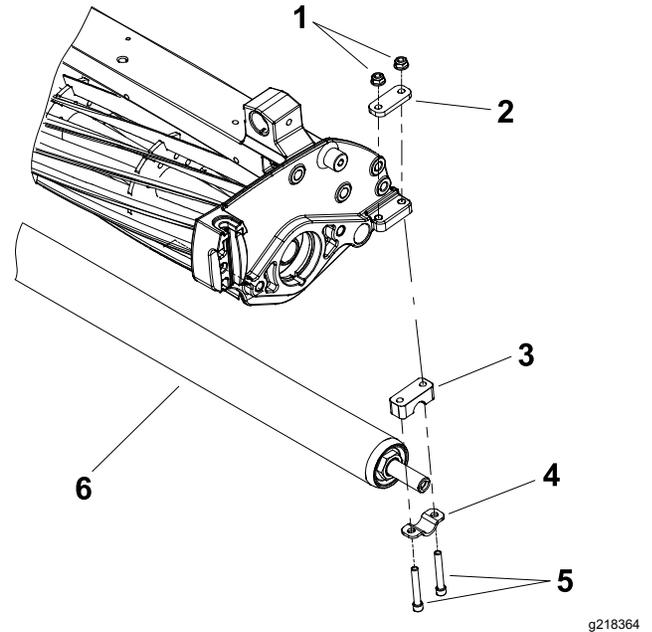

Bild 15
13. Führen Sie die folgenden Schritte aus, um die Heckrolle an der Schneideinheit anzubringen, siehe **Bild 15**.